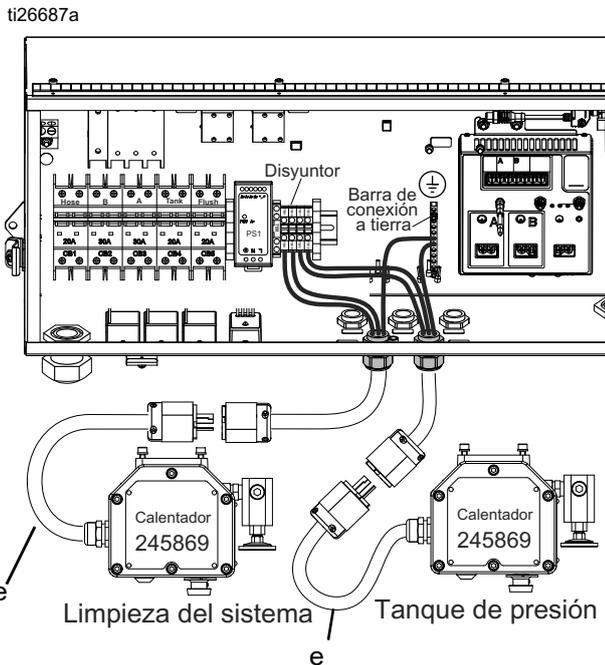

FIG. 16
- e. **En el caso de modelos para ubicaciones no peligrosas**, conecte los cables de alimentación eléctrica (e) para el calentador del tanque y el calentador de limpieza a los bloques de terminales. Consulte la FIG. 16.